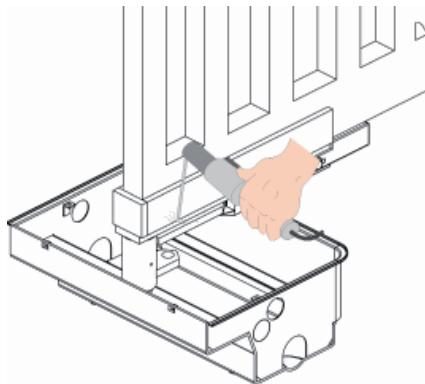

Fig. 11
- Saldare accuratamente la staffa guida sulla staffa di sostegno (Fig. 11).